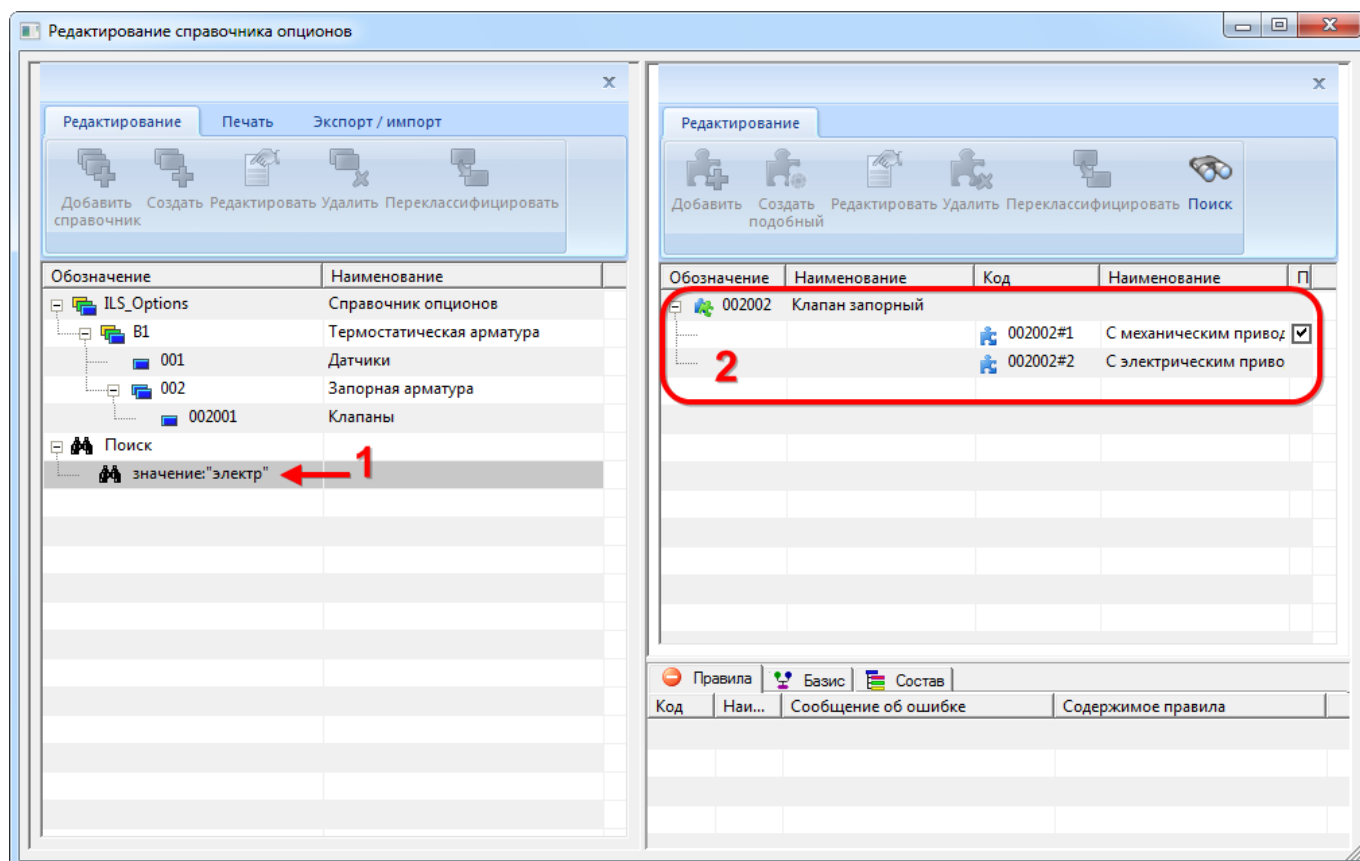

Рис. 10-156 – Результаты поиска опционов
- 7) Если в качестве критерия поиска опциона задано наименование значения опциона, то в правом окне редактора опционов будет выделено значение опциона, удовлетворяющее этому условию (1 и 2 на рис. 10-156). Для поиска другого значения опциона, удовлетворяющего тому же условию, повторно нажать кнопку «Найти далее».